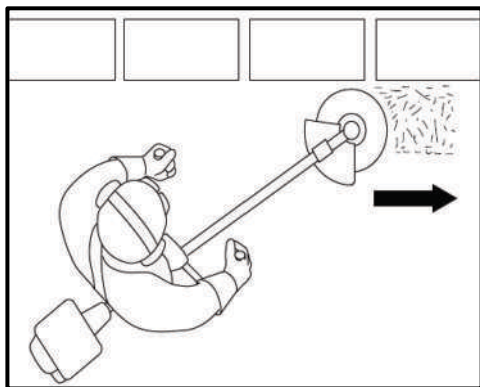

Рис. 45
- При скошуванні трави на ділянках, які прилягають до огорож, парканів, кам'яних стін та фундаментів, ведіть ріжучий елемент в напрямку, як зображено на Рис. 45, намагаючись зрізати